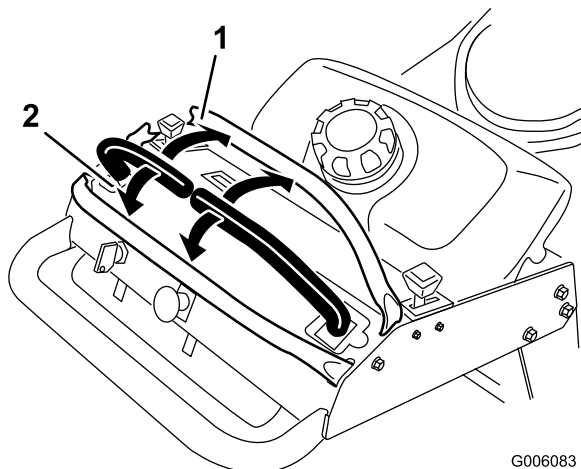

Figura 8
3. Per fare marcia avanti spingete lentamente in avanti le leve di controllo del movimento (Figura 8).
Per spostarvi in linea retta, applicate una pressione identica su entrambe le leve di controllo del movimento (Figura 8).
Per girare, spostate la leva di controllo del movimento verso il folle, nella direzione in cui volete voltare (Figura 8).
2. Per fare marcia indietro tirate lentamente indietro le leve di controllo del movimento (Figura 8).
Per girare, rilasciate la pressione sulla leva di controllo del movimento verso la direzione in cui volete voltare (Figura 8).